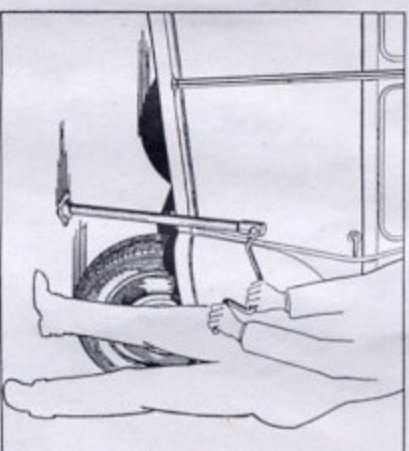

Fig. 12
- 2° à l'arrière : à l'arrière des portes AR (fig. 12).